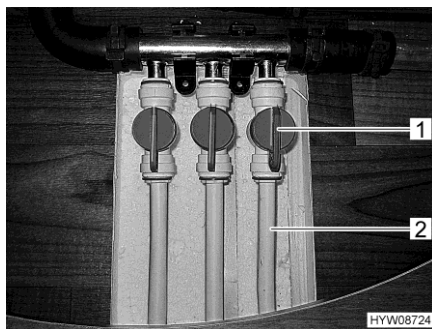

Bild 128 Tillförselventiler (golvvärme)
- Ställ in handtaget (Bild 128,1) på tillöppsventilen den önskade värmeslingan (Bild 128,2) parallellt med värmeledningen. Den här golvvärmeslingan arbetar nu med maximal effekt.
- Ställ handtaget (Bild 128,1) på tillöppsventilen till den önskade värmeslingan (Bild 128,2) i valfritt läge. Värmeeffekten för slingan kan på det här sättet regleras steglöst.
- Ställ in handtaget (Bild 128,1) på tillöppsventilen till den önskade värmeslingan (Bild 128,2) vinkelrät med värmeledningen. Den här golvvärmeslingan är nu urkopplad.